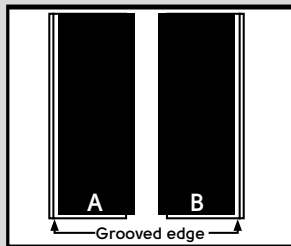

Fig. 3
3. Open meerdere dozen met het materiaal. De planken zijn op de achterkant gemarkeerd met de letters 'A' en 'B' (zie onderstaand schema). Scheid de verschillende planken in stapels met de randen in dezelfde richting. Voor een natuurlijker resultaat legt u vóór installatie de planken binnen elke stapel door elkaar (Fig. 3).